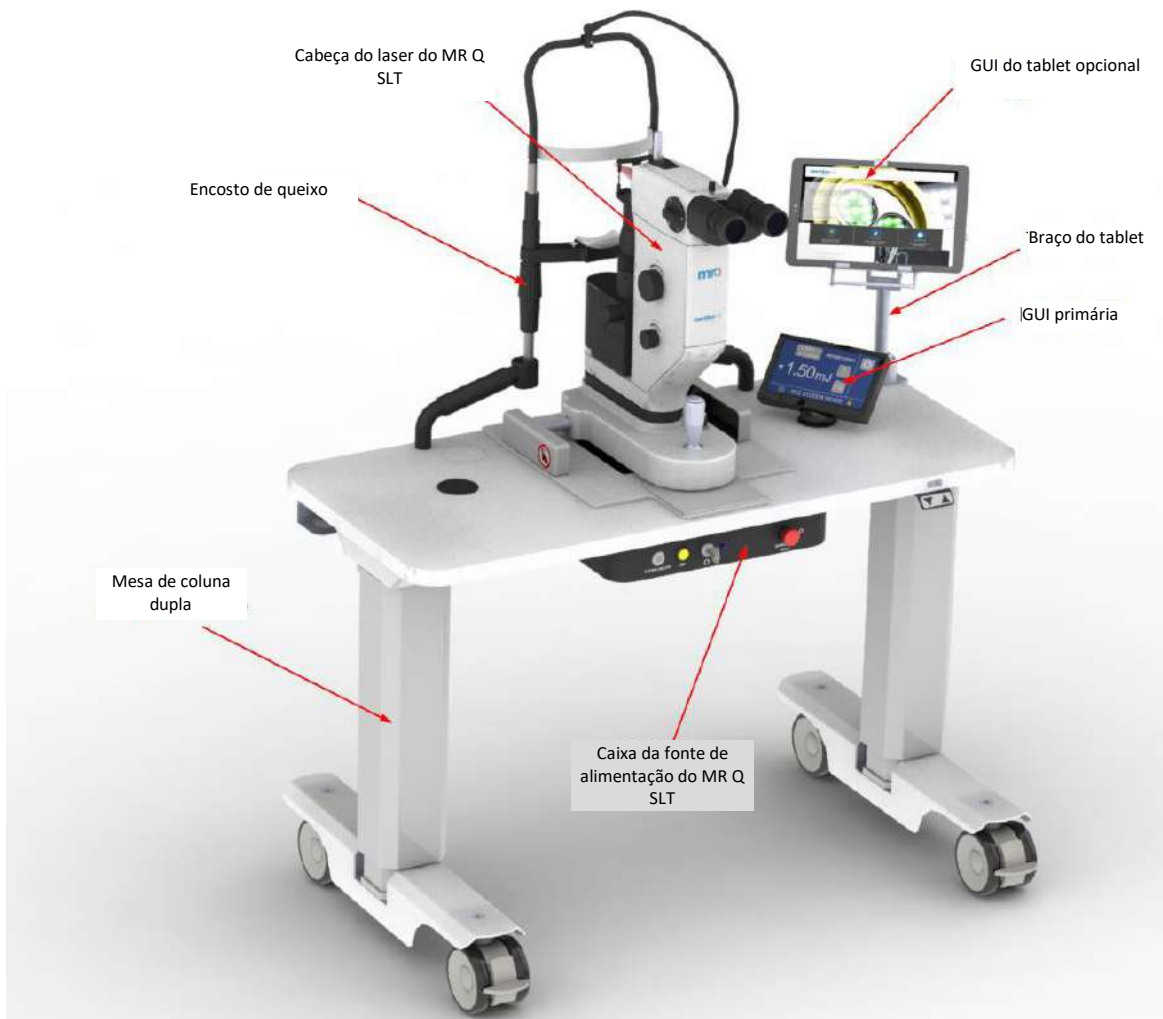

Figura 27: Mesa de altura regulável com coluna dupla. Esta imagem é um exemplo. Entre em contato com o seu distribuidor para mais informações
1. Passe a fita entre o encosto de cabeça e o suporte do encosto de queixo (ver Figura 27). A fita deve ficar tensa. Coloque um pedaco pequeno de papel termossensível na fita com a superfície térmica virada para a objetiva e aproximadamente na altura intermediária da objetiva.